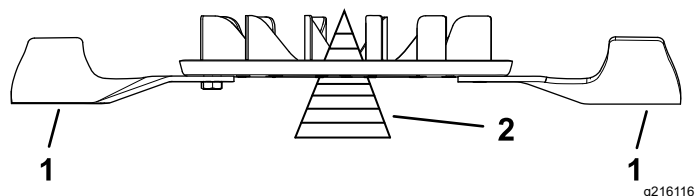

Figura 109
2. Verificați echilibrarea ansamblului lamei așezându-l pe dispozitivul de echilibrare lamă (Figura 109).